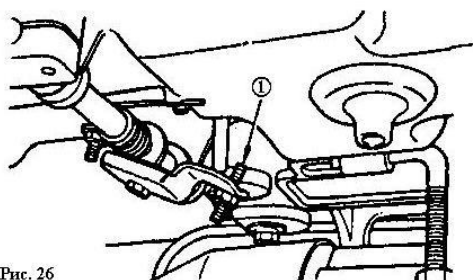
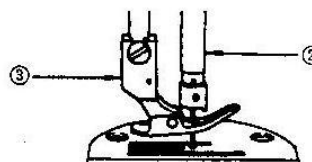

Рис. 26
Рис. 27
18. РЕГУЛИРОВКА ВЫСОТЫ КОЛЕНПОДЪЕМНИКА ЛАПКИ (Рис. 26, Рис. 27_.